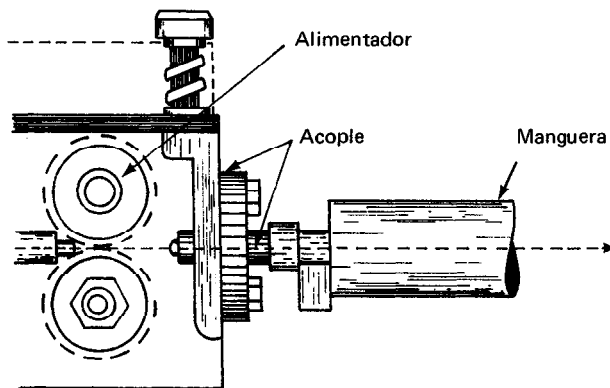

Figura 3.9
- ▲ Cuarto paso *Acople el conjunto de manguera y cable de alimentación, y pase el alambre a través de la camisa guía (Figura 3.9).*